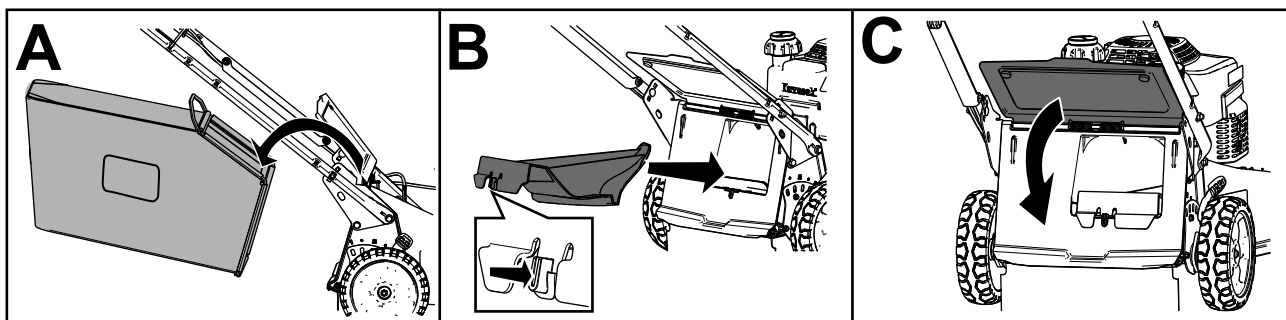

Figura 20
- Se o saco de relva estiver na máquina, retire-o (A de Figura 20).
- Se o bujão de descarga traseira não estiver instalado, agarre-o pela pega, eleve o defletor traseiro e insira-o na calha de descarga traseira até que encaixe no sítio (B de Figura 20).
3. Retire a barra do saco de relva das ranhuras na base da pega (A de Figura 20).
4. Insira o bujão de descarga (B de Figura 20).
5. Baixe o defletor traseiro (C de Figura 20).